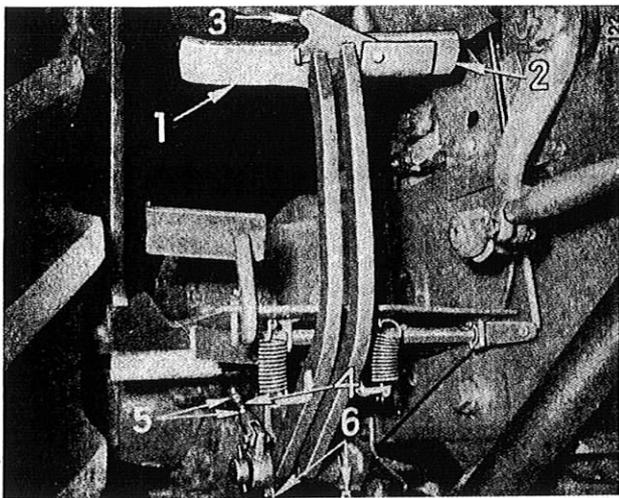
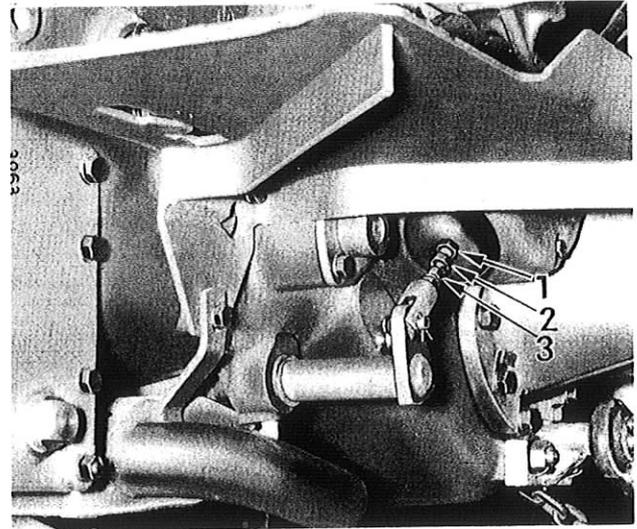

Bild 68
Bild 69
Die an diesem Schlepper verwendeten Bremsen sind Scheibenbremsen, die an beiden Seiten auf das Getriebe wirken. Wenn die Bremspedale (1) und (2), Bild 68, durch die Feststellasche (3) verbunden sind, werden beide Bremsen gleichzeitig betätigt. Getrennt wirkt das rechte Bremspedal auf die rechte Bremse zur Lenkunterstützung bei scharfen Rechtskurven.
Die Gegenmutter (5), Bild 68 und (1) und (3), Bild 69 lösen. Durch Rechtsdrehen der Einstellschrauben (4) und (2) werden die Bremsen stärker eingestellt.